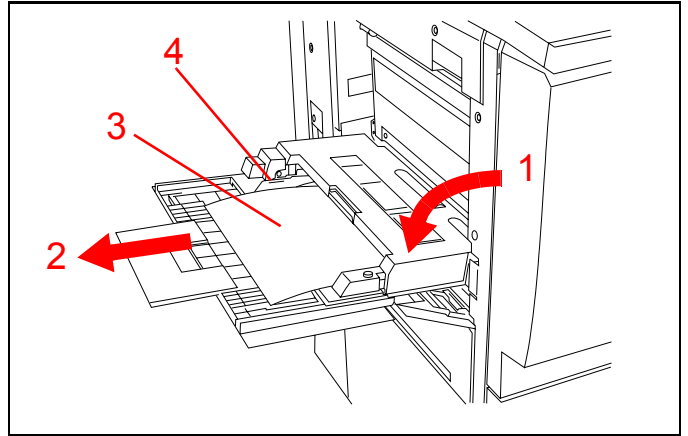

Figura 8
**Demuestre** cómo abrir la bandeja 5 y colocar papel en ella. Consulte la Figura 8.